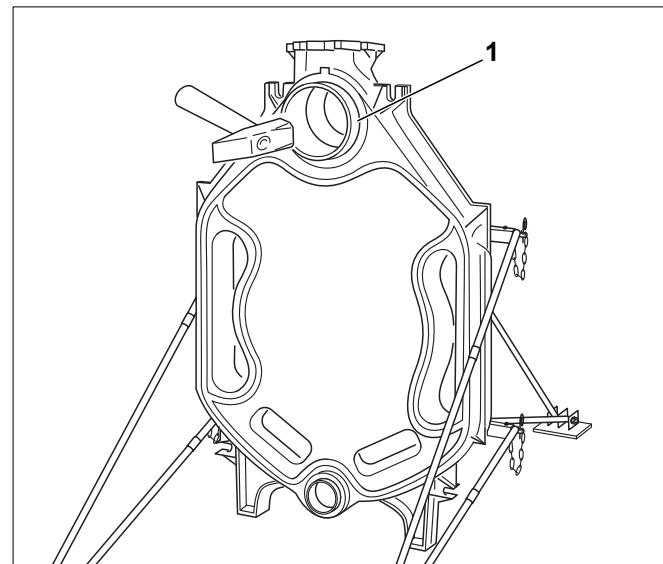

Рис. 14 Установка ниппеля
- ▶ Вставьте ниппели в верхнюю (размер 4,181/70) и нижнюю (размер 1,82/50) ступицы задней секции и забейте их деревянным или резиновым молотком сильными ударами крест-накрест. После забивания верхний ниппель (рис. 14, [1]) должен выступать из верхней ступицы примерно на 45 мм, а нижний ниппель примерно на 35 мм из нижней ступицы.